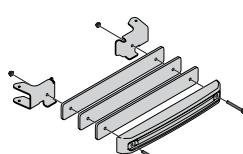

Figure 30
- Fixez les poids et les plaques de poids aux supports de suspension à l'aide de deux vis à tête hexagonale de 3/8 po (710-3085) et de deux écrous (712-04065) comme illustré à la Figure 30.